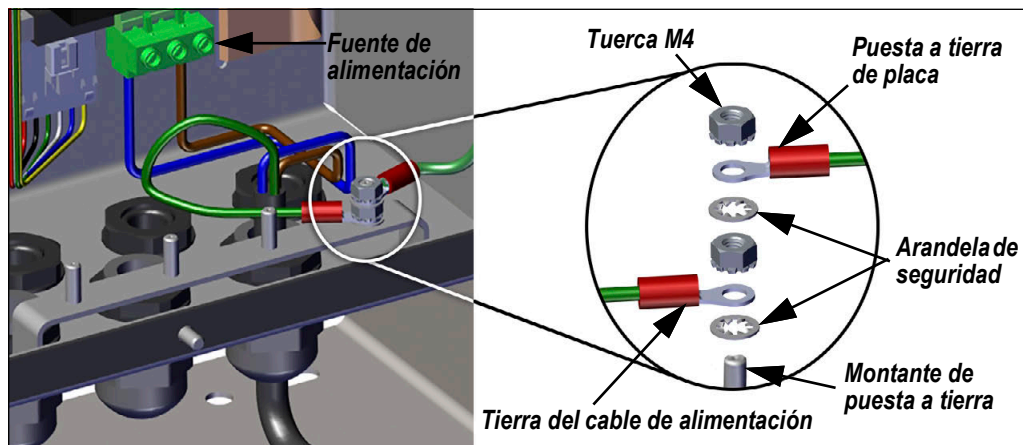

Figura 2-6. Conecte el cableado CC
1. Tienda al cable de alimentación CC (no incluido) a través del prensacables (Figura 2-6).
2. Un cable deberá terminar (puesto a tierra) en un montante cerca del prensacables mediante el apilamiento de puesta a tierra adecuado. La puesta a tierra de la placa posterior ya viene fijada a un montante. Quítela para que la puesta a tierra del cable de alimentación quede en la parte inferior del apilamiento, tal como se ilustra en Figura 2-6. Apriete los tornillos a un par de 1,13 N-m (10 in-lb).
3. Ejecute los otros dos alambres hacia la parte posterior de la carcasa y conéctelos al enchufe de tres clavijas (incluido en la bolsa de piezas) que se conecta a la placa de la fuente de alimentación como se muestra en la Figura 2-6 y Tabla 2-2.